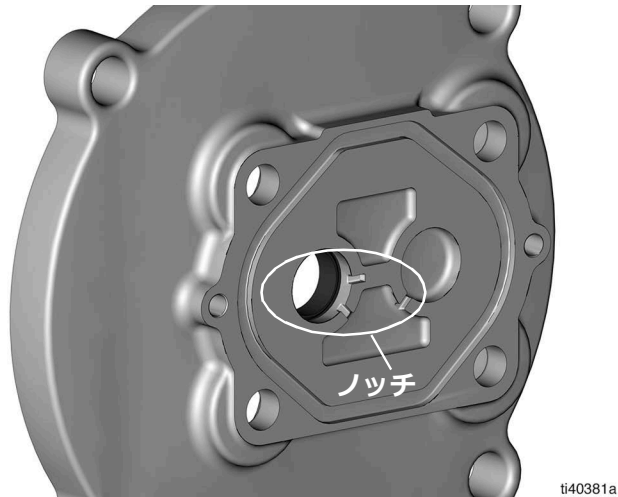
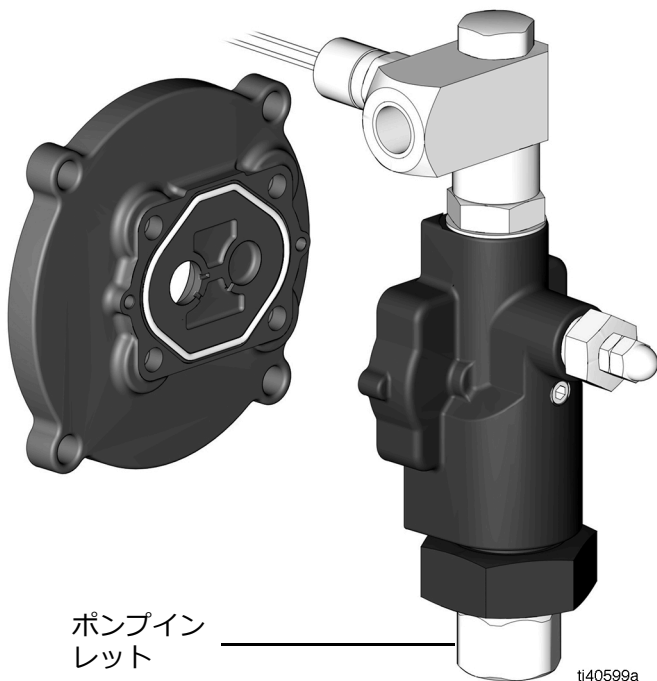

図 29
図 30
3. ノッチがポンプインレットの方を向くように、ポンプハウジングにアダプタープレートを配置します (図 29および図 30)。